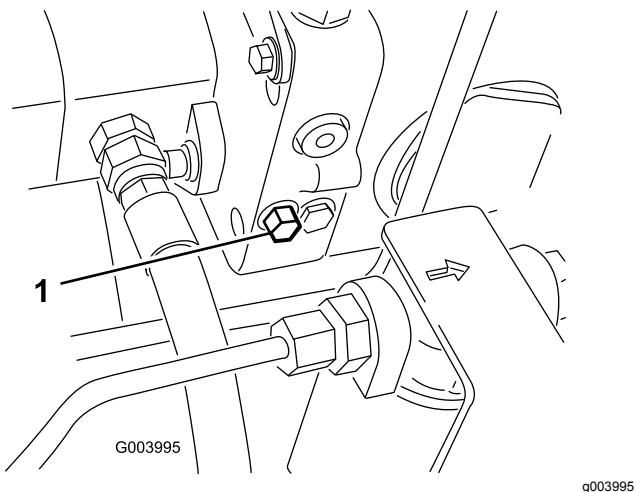

Рисунок 72
- Чтобы открыть перепускной клапан и обеспечить внутренний перепуск масла, поверните болт клапана на 1,5 оборота (Рисунок 72).